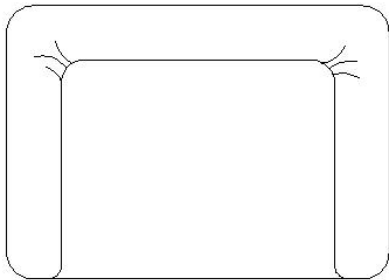

图 5-131 沙发图形
(1) 删除 (2) 清除 (3) 剪切 (4) 恢复
8. 绘制如图5-131所示沙发图形。